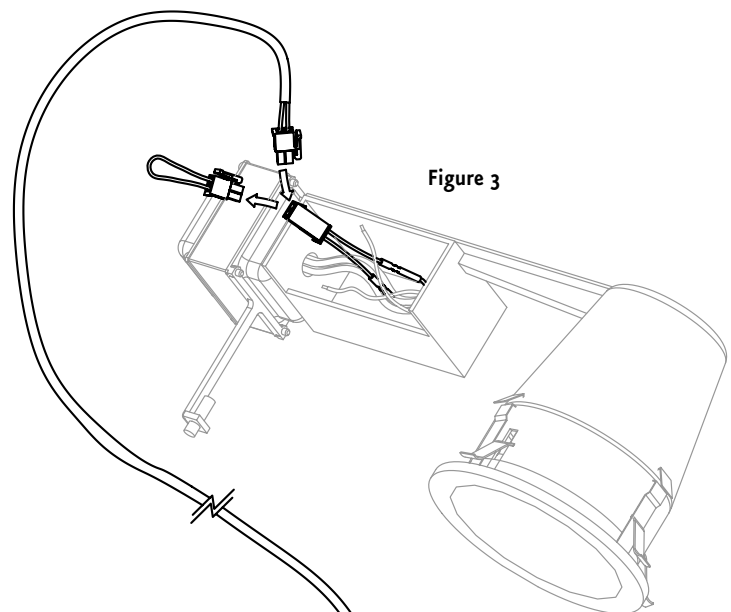

Figure 3
6. Retirer le cavalier rouge dans la figure 3 et jetez-le. Raccorder le fil provenant du générateur de vapeur à le connecteur où le cavalier était.